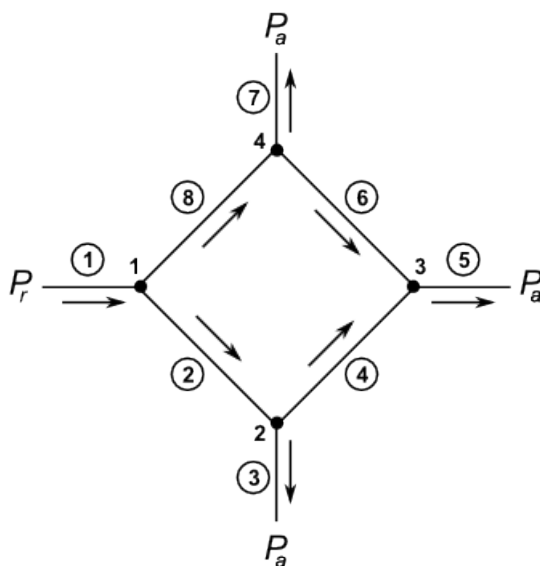

Figura 1: Esquema do circuito hidráulico.
1. Considere o problema do circuito hidráulico mostrado na Figura 1. Este sistema está alimentado por um reservatório cuja a pressão é mantida constante e igual a $P_r = 10$. As saídas das tubulações desembocam na atmosfera, onde a pressão é considerada nula (isto é, $P_a = 0$). Deste modo, a vazão Q_i da i -ésima tubulação depende da diferença de pressão ΔP_i de tal modo que